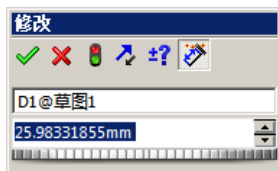

图 2.10.1 “修改”对话框
Step2. 选择尺寸。在要修改的尺寸文本上双击，系统弹出“尺寸”对话框和图 2.10.1 所示的“修改”对话框。